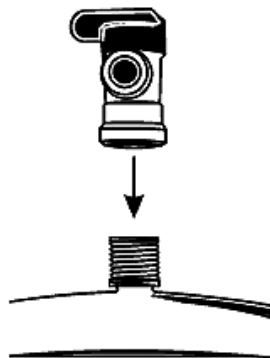

Рис. 11
2. Подсоедините шаровый кран бака к вершине накопительного бака (см. **рис. 11**). Во избежание повреждений крана не прилагайте больших усилий при его установке.